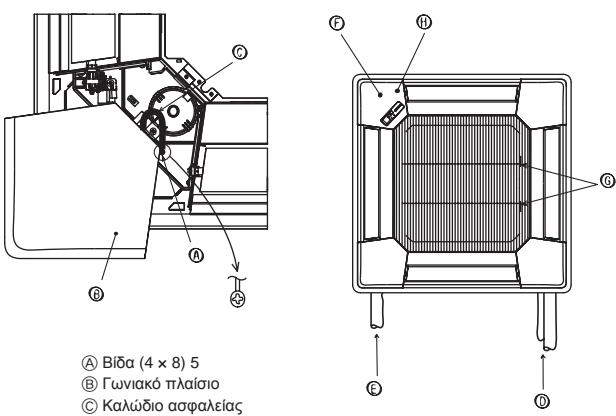

Fig. 9-10
9.7. Πώς τοποθετούνται οι γρίλιες εισαγωγής αέρα (Fig. 9-10)